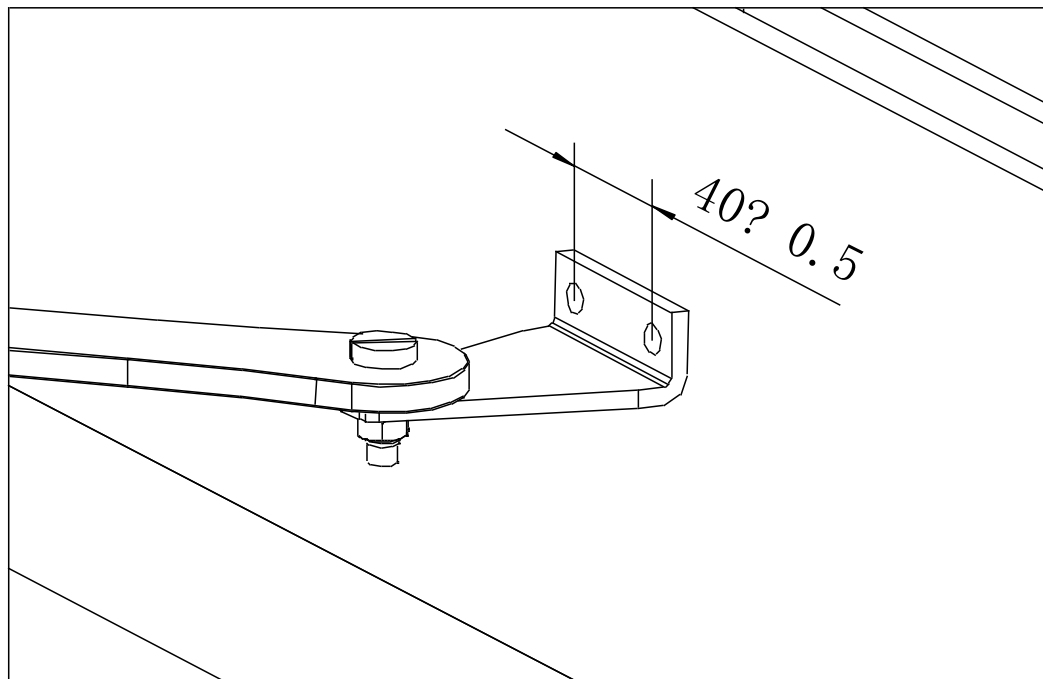

Рис. 13
- c) Сделайте отверстия при помощи электрической дрели или схожим инструментом и убедитесь, что расстояние между отверстиями 40 ± 0.5 mm (Рисунок 13)